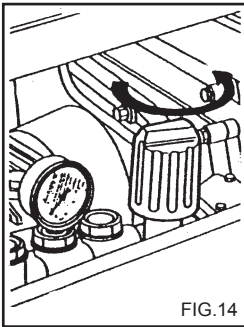

FIG.14
Dieses Kapitel bezieht sich nur auf die Modelle, die über einen "Druckregulierer" verfügen. Mit dieser Vorrichtung (Fig.14) kann man den Betriebsdruck regulieren. Wenn man den Drehschalter C entgegen dem Uhrzeigersinn dreht (B) (Minimum) wird der Betriebsdruck verringert.